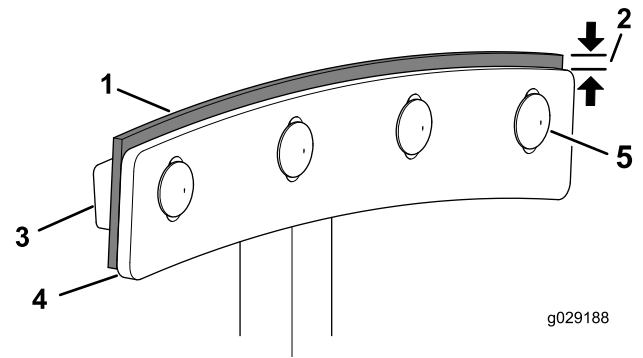

Figura 45
4. Afloje los pernos de cabeza redonda y las contratuercas prensadas que sujetan la hoja de la paleta y la escobilla a la paleta (Figura 45).